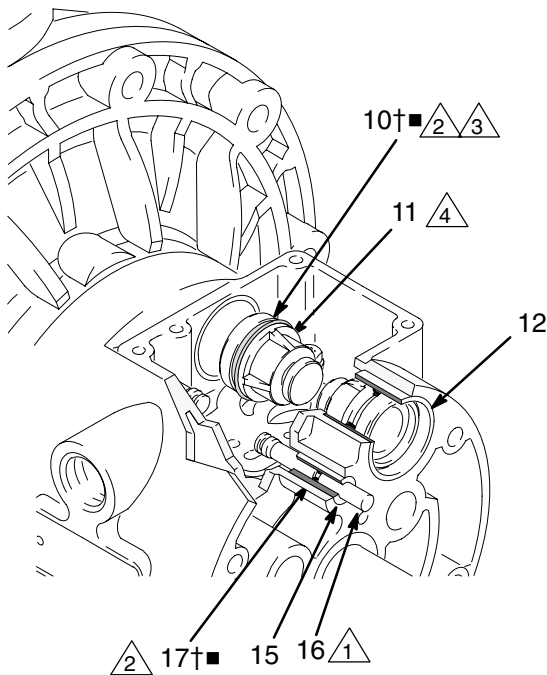

Abb. 9
4. Die beiden Stellmotorkolben (11) aus den Lagern (12) ziehen. Die Rillendichtungen (10†■) von den Kolben abziehen. Die Führungsstifte (16) aus den Lagern (15) ziehen. Die O-Ringe (17†■) von den Führungsstiften abziehen. Siehe Abb. 9.
6. Die Lager (12, 15) im eingebauten Zustand überprüfen. Siehe Abb. 9. Die Lager sind konisch, und wenn sie schadhaft sind, so müssen sie von außen ausgebaut werden. Dies erfordert den Ausbau der materialbenutzten Teile. Siehe Seite 22.
4. An jedem Führungsstift (16) einen O-Ring (17†■) einbauen. Die Stifte und O-Ringe fetten. Die Stifte mit dem **schmalen** Ende voran in die Lager (15) einschieben. Siehe Abb. 9.
5. An jedem Stellmotorkolben (10†■) Rillendichtungen (11) einbauen, so dass die Lippen der Rillendichtungen zum **schmalen** Ende der Kolben weisen. Siehe Abb. 9.
6. Die Rillendichtungen (10†■) und die Stellmotorkolben (11) fetten. Die Stellmotorkolben mit dem **dicken Ende voran in die Lager (12)** einschieben. Das schmale Ende des Kolbens frei lassen. Siehe Abb. 9.